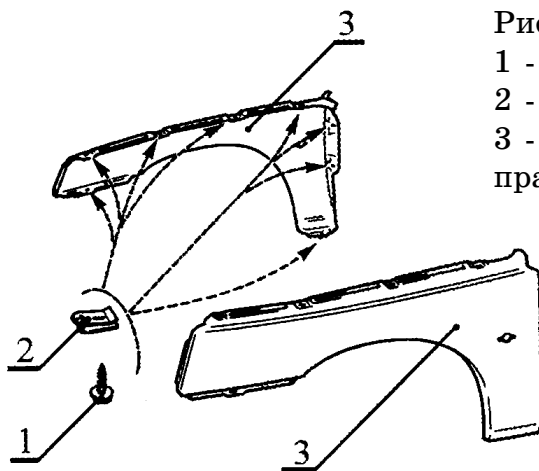

Рис. 2. Крыло переднее.
1.11 Отвернуть восемь винтов 1, рис.2, крепления переднего крыла 3 и снять крыло (ключ гаечный 8, головка сменная 8, шарнир, удлинитель, ключ-трещотка, из набора № 3 ТУ 2-035-662-79, рычаг типа 51.1982-6995, отвертка плоская).